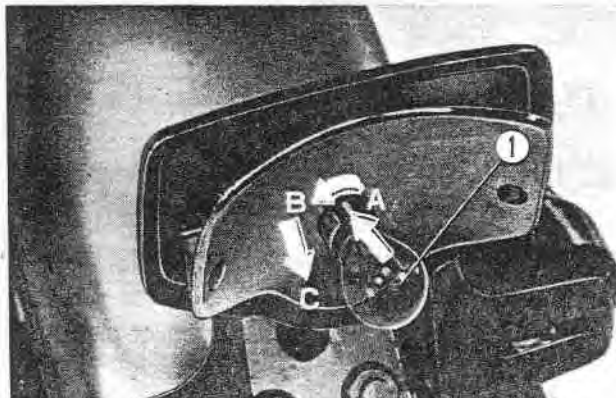

Fig. 16-8 ① Lampe de feu arrière/stop
2. Enlever le globe de feu arrière/stop puis déposer la lampe. (Fig. 16-8)